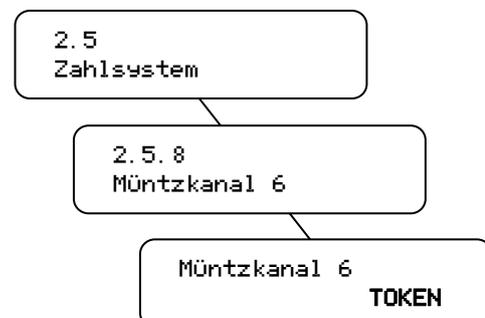

Fig. 23
4. **Service Menü**; Verändern Sie Münzkanal 6 (Menüpunkt 2.5 Bezahlungssystem) von € 2,00 auf **TOKEN** (Abb. 23).